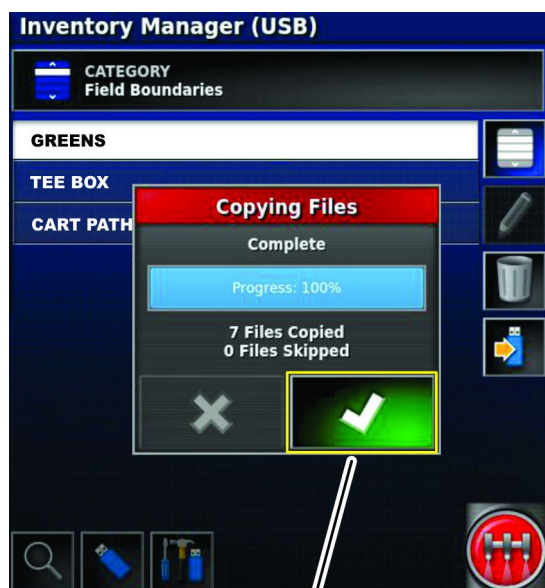

Figure 106
9. Dans la boîte de dialogue Exportation de fichiers, appuyez sur l'icône de confirmation (Figure 106).